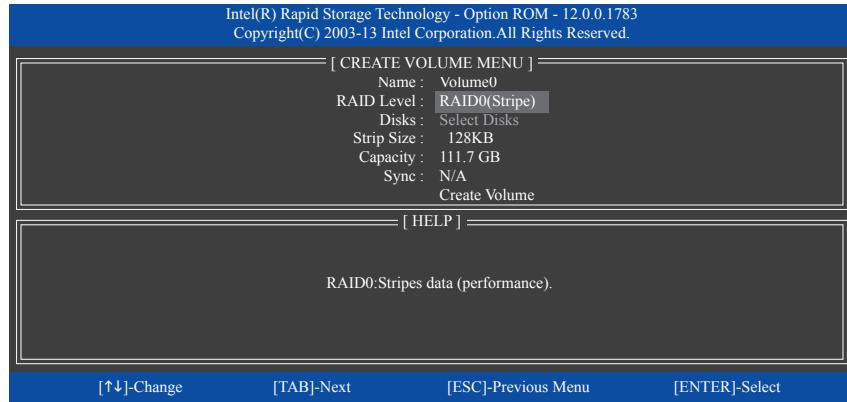

図 11
**CREATE VOLUME MENU** スクリーンに入った後、**Name** の項目で 1~16 文字(文字に特殊文字を含めることはできません)のボリューム名を入力し、<Enter> を押します。次に、RAID レベルを選択します(図 11)。サポートされる RAID レベルには RAID 0、RAID 1、RAID 10、と RAID 5 が含まれています(使用可能な選択は取り付けられているハードドライブの数によって異なります)。<Enter> を押して続行します。